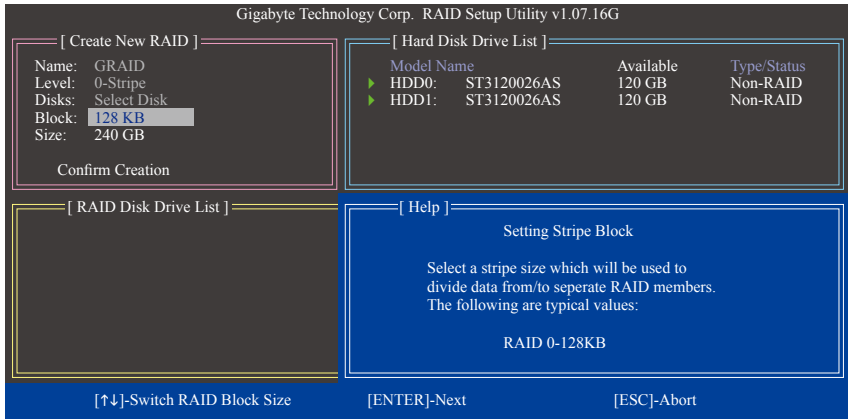

图6
- 设置磁盘窗口大小(Block): 若选择制作RAID 0, 需指定磁盘窗口大小。以<↑>或<↓>键选择需要的磁盘窗口大小(图6), 可调整大小从4 KB至128 KB。完成后请按<Enter>键。